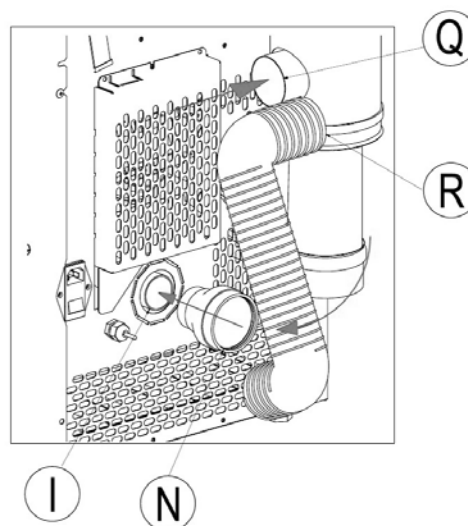

Fig. 17 - Branchements
- En ce qui concerne les BRANCHEMENTS, voir **Fig. 16** et **Fig. 17** à la page suivante.